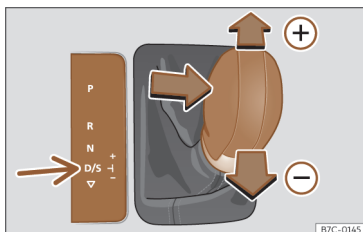

Fig. 93 Consola central: cambiar con tiptronic.
- Empuje la palanca hacia adelante (+) o hacia atrás (-) para aumentar o reducir la marcha >>> **fig. 93**.